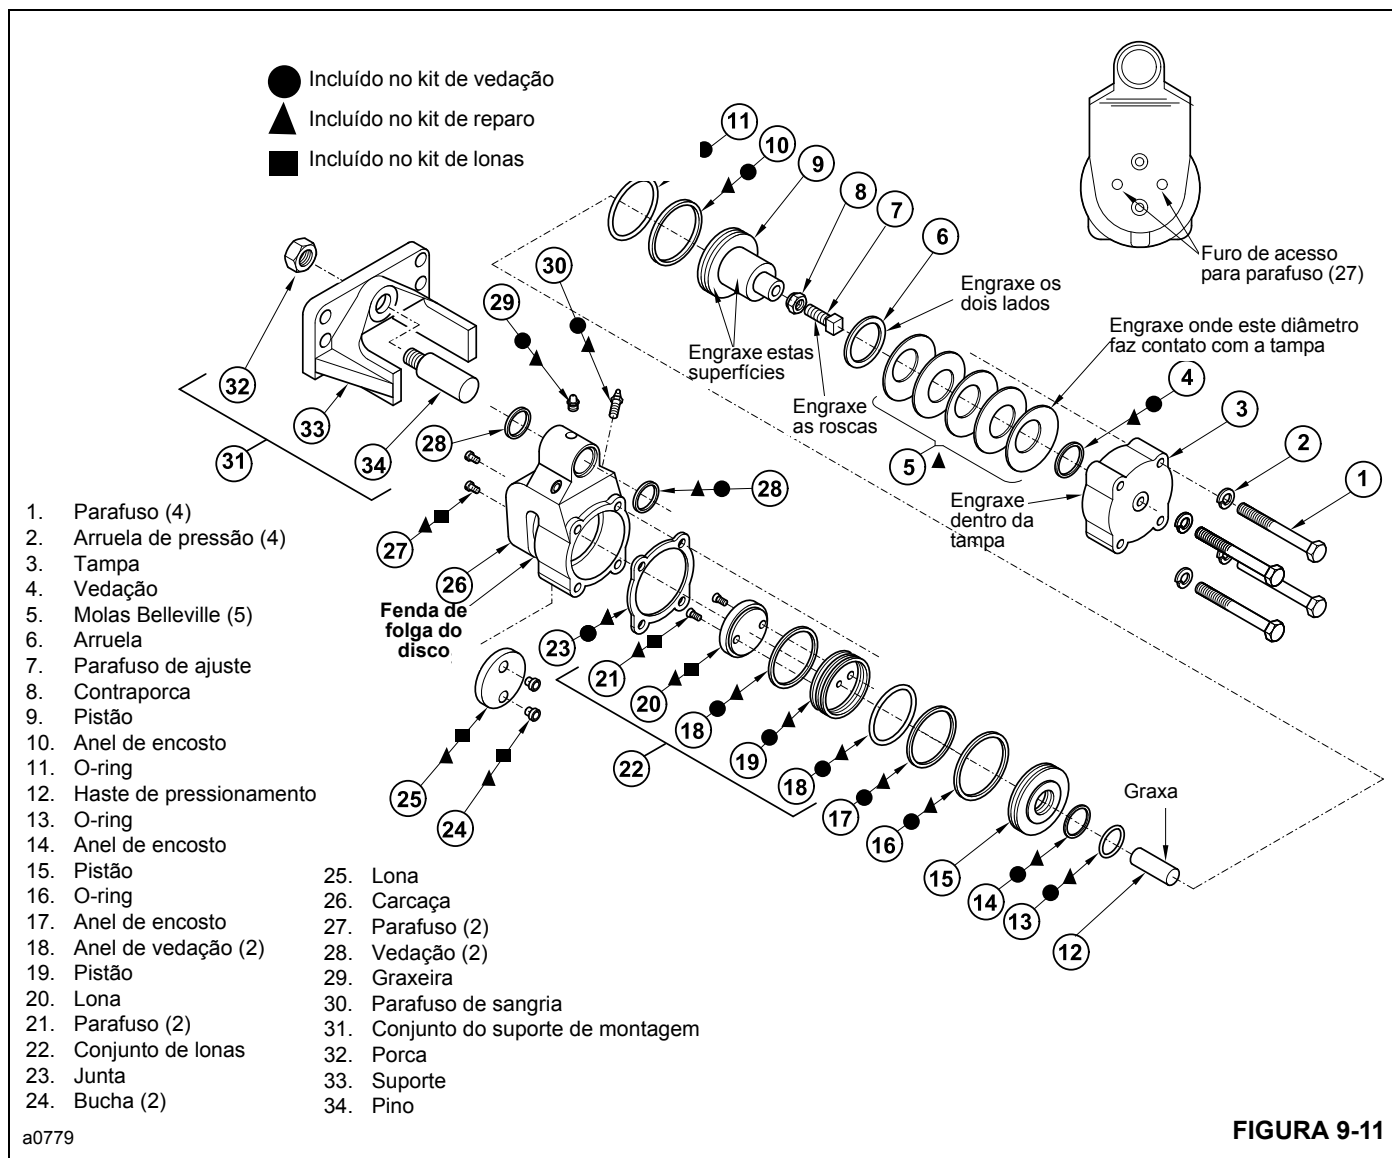

FIGURA 9-11
O kit de lonas é indicado na Figura 9-11 com um símbolo ■.
4. Solte a contraporca **8** Figura 9-11 e recue o parafuso de ajuste **7**.
Há um kit de reparo disponível para o freio de estacionamento. Ele inclui todas as peças necessárias para recondição do freio. Essas peças são indicadas na Figura 9-11 com um símbolo ▲.
11. Remova os parafusos **1** Figura 9-11, as arruelas de pressão **2**, a tampa **3** e a junta **23**. Com uma chave de fenda fina, remova a vedação **4** da tampa **3**.
NOTA: Revista as superfícies indicadas na Figura 9-11 com graxa de rolamento EP à base de lítio N° 2, ou equivalente.
19. Instale a nova lona de freio **25** Figura 9-11 na carcaça **26** usando buchas **24** e parafusos de cabeça cilíndrica **27** novos. Aperte os parafusos com um torque de 2,5 a 3,3 Nm (22 a 28 lb-pol.).
Há um kit de vedação disponível para o freio de estacionamento. Ele inclui todas as peças necessárias para substituir todas as vedações do freio. Essas peças são indicadas na Figura 9-11 com um símbolo ●.
10. Remova os parafusos **1** Figura 9-11, as arruelas de pressão **2**, a tampa **3** e a junta **23**. Com uma lâmina fina, remova a vedação **4** da tampa **3**.
- NOTA:** Revista as superfícies na Figura 9-11 com graxa de rolamento EP à base de lítio N° 2, ou equivalente.